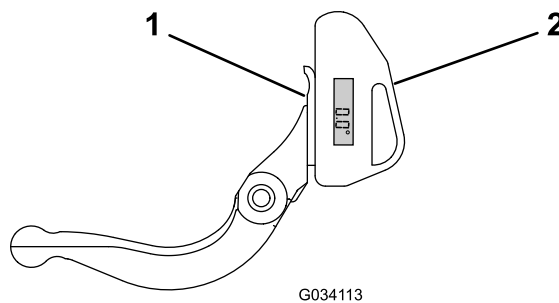

Figure 21
1. Placez l'indicateur d'angle sur le côté inférieur de la contre-lame, comme montré à la Figure 21.